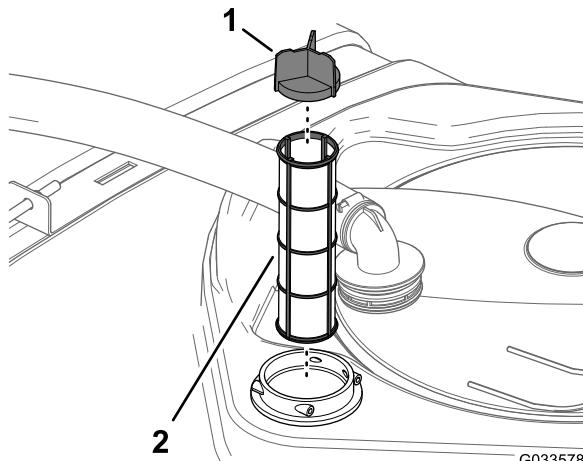

Рисунок 50
- Извлеките фильтр линии всасывания из его корпуса в баке (Рисунок 50).